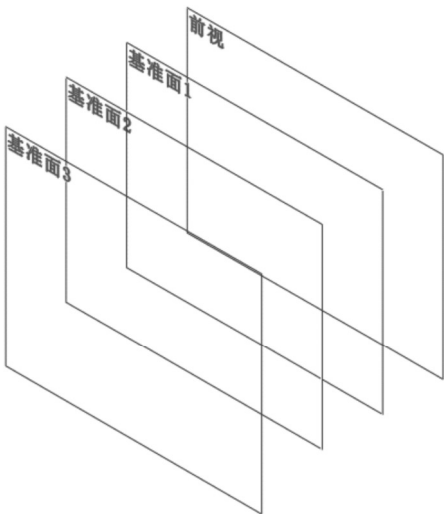

图 4-19 建立 3 个平行基准面
- [2] 依次建立距离前视基准面为“20”、“40”和“60”的 3 个平行基准面，如图 4-19 所示。